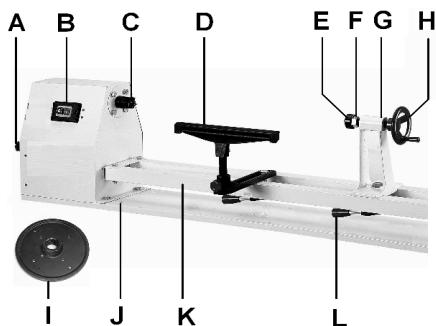

Рис. 1
Для этого в основании станка (J, Рис. 1) предусмотрены отверстия.
Установите подручник (D, Рис. 1) как можно ближе к заготовке.
#### **Планшайба (I, Рис. 1)**
**Четырехзубцовый поводковый патрон** (C, Рис. 1) накручивается на резьбовой конец шпинделя и снимается при блокировке шпинделя с помощью поставляемого в комплекте стопорного стержня.
Поверните маховик (H, Рис. 1) по часовой стрелке, чтобы выдвинуть пиноль задней бабки. Зафиксируйте пиноль с помощью гайки (F).
Рукоятка (L, Рис. 1) фиксирует положение задней бабки на станине.